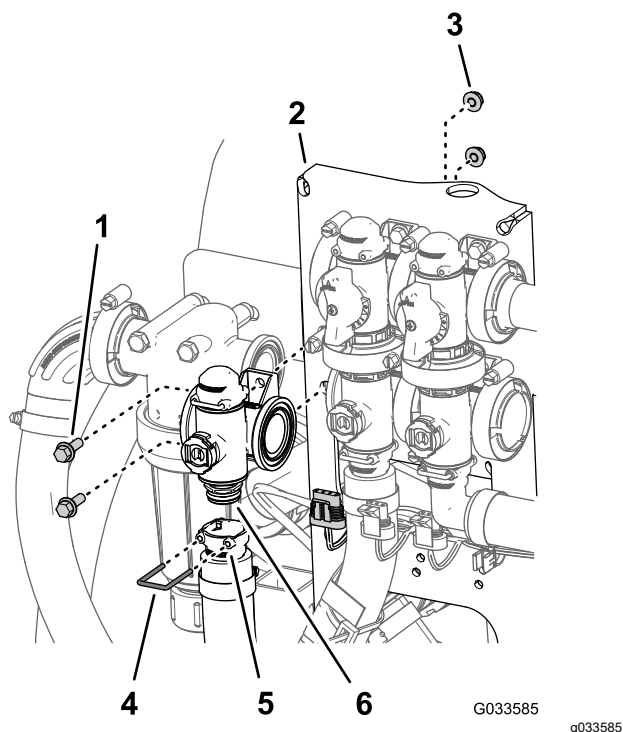

Figura 114
2. Îndepărtați opritorul care fixează fittingul de ieșire la cuplajul colectorului pentru supapa de control al ratei (Figura 114).
- Îndepărtați cele 2 uruburi cu guler ($\frac{1}{4} \times \frac{3}{4}$ ") și cele 2 contrapiulii cu guler ($\frac{1}{4}$ ") care fixează supapa de control al ratei la suportul de montare a supapei și îndepărtați colectorul supapei de la mână (Figura 114).